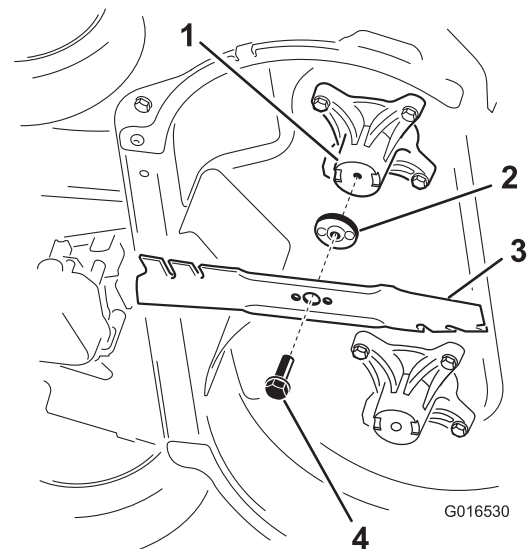

Bild 39
2. Entfernen Sie jedes Messer, siehe **Bild 39**.
1. Montieren Sie das erste Messer so, dass es horizontal ist, und all Befestigungen, wie in **Bild 39** dargestellt.